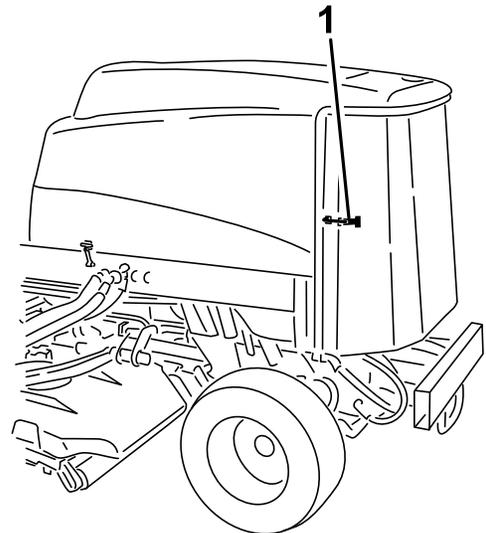

Figure 71
2. Déverrouillez et ouvrez la grille arrière (Figure 71).